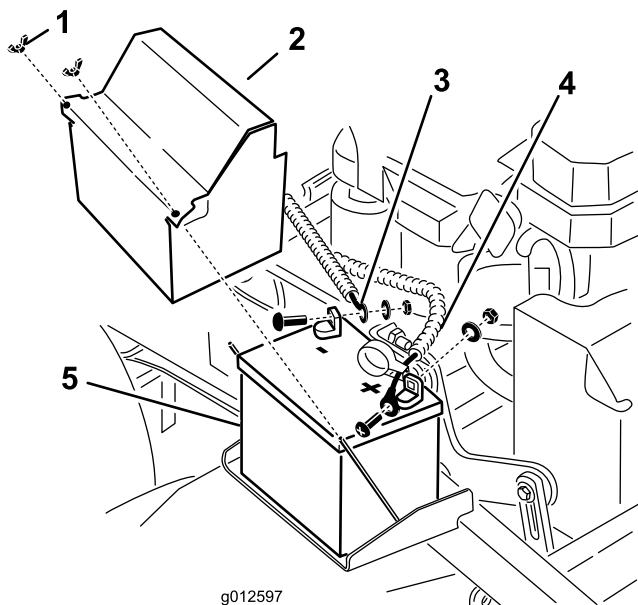

Figure 52
3. Débranchez le câble négatif de la batterie de la borne négative (-) de la batterie (Figure 52).
4. Enlevez le capuchon rouge de la borne positive (rouge) de la batterie. Débranchez ensuite le câble positif (rouge) de la batterie (Figure 52).
5. Déposez la plaque de maintien de la batterie (Figure 52) et enlevez la batterie.
1. Placez la batterie sur la machine (Figure 52).
3. Commencez par relier le câble positif (rouge) à la borne positive (+) de la batterie avec un écrou, une rondelle et un boulon (Figure 52). Glissez le capuchon de caoutchouc sur la borne de la batterie.
4. Reliez ensuite le câble négatif et le câble de masse à la borne négative (-) de la batterie avec un écrou, une rondelle et un boulon (Figure 52).